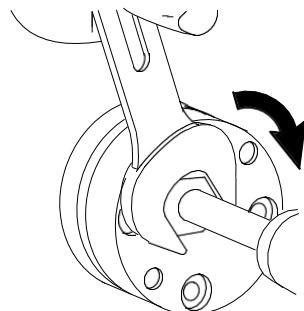

Figura 5-3 Apertando o Parafuso Gland da Bomba (sentido horário)
3. Ver a Figura 5-3. Usando uma chave de boca de cabo curto de 24mm (com calibração de desvio de 15 graus), apertar o parafuso gland da bomba aproximadamente  $\frac{1}{4}$  de giro no sentido horário (na direção da rotação da bomba). Quando the parafuso não poder ser mais apertado, substituir a bomba.